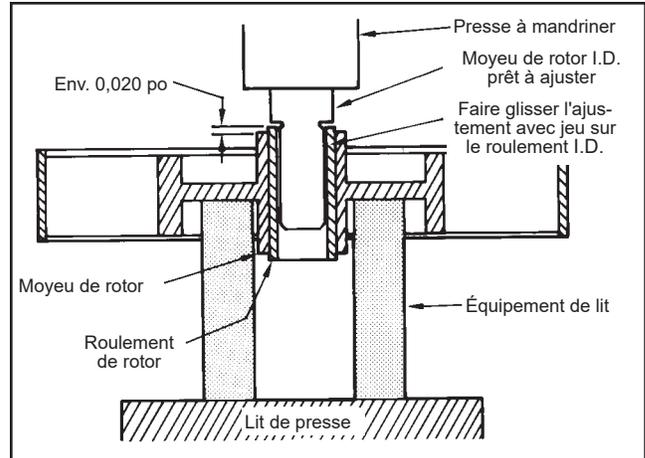

Figure 12
- Avec l'outil et l'équipement approprié (voir figure 12), l'ancien roulement du rotor peut être forcé du moyeu de rotor avec une presse à mandriner. Il faut prendre soin de sélectionner l'outil et l'équipement appropriés pour assurer une presse en « ligne droite » ou axiale uniquement. Pousser le roulement d'un mouvement souple et constant.